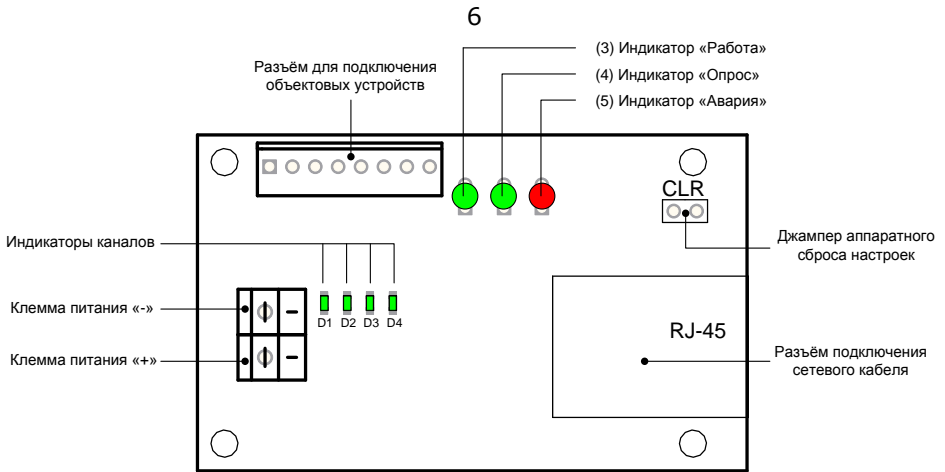

Рис. 3. Модуль RS-EM4 со снятой крышкой
Подключение объектовых устройств ведётся через разъём, установленный на печатной плате RS-EM4. Для того чтобы подключить объектовое устройство необходимо снять крышку корпуса. Подача питания на модуль осуществляется через клеммник, расположенный на печатной плате. Напряжение питания RS-EM4 может быть от 48 до 72В. Расположение разъёма для подключения ОУ и клеммника для подключения питания показано на Рис. 3. Так же на данном рисунке показаны необходимые пользователю элементы индикации и управления модулем.
На модуле так же находятся индикаторы (см. Рис. 3):
- подайте питание на модуль, при этом загорятся индикаторы (см. рисунок 3) «работа», «опрос» и «авария», через 3 секунды эти индикаторы на полсекунды погаснут и снова загорятся, ещё через секунду погаснут зелёные индикаторы «опрос» и «работа», а красный индикатор «авария» начнёт равномерно мигать с интервалом в одну секунду;